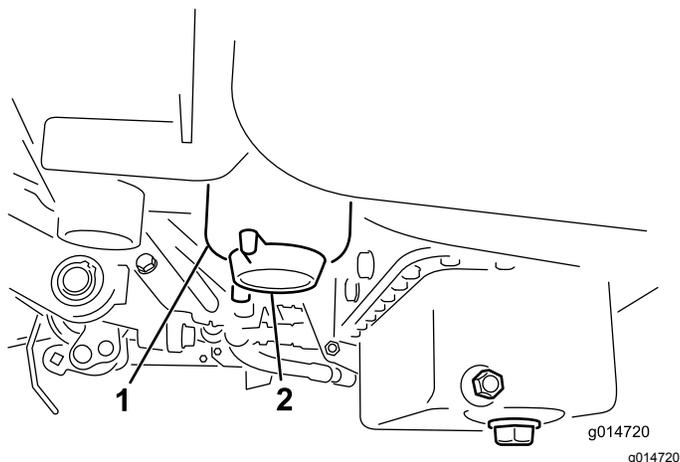

Рисунок 34
3. Откройте сливную пробку на топливном фильтре примерно на один оборот и слейте всю накопившуюся воду (Рисунок 34). Затяните пробку сливного отверстия после слива.